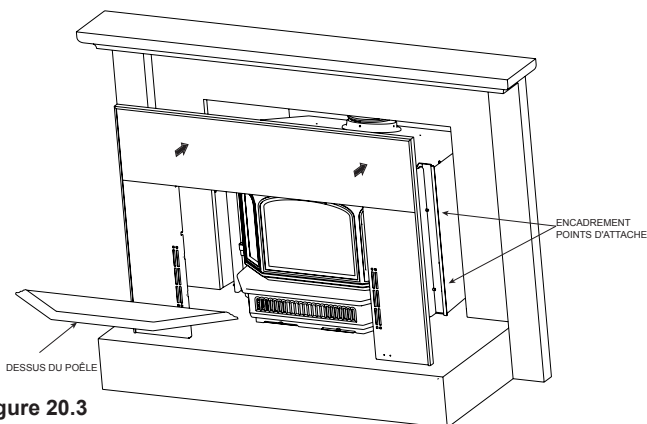

Figure 20.3
6. Installez l'encadrement et les garnitures sur la coque extérieure. Placez le crochet dans les côtés de l'encadrement, sur ses vis de fixation, 2 de chaque côté (**Figure 20.3**).